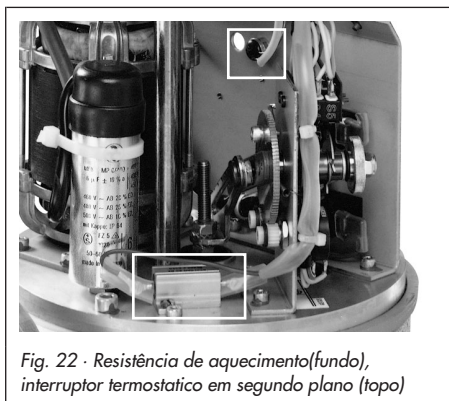

Fig. 22 · Resistência de aquecimento(fundo), interruptor termostático em segundo plano (topo)
- Fixe a resistência de aquecimento na posição pretendida para o seu propósito (ver Fig. 22) usando os dois parafusos auto-roscentes fornecidos com a resistência.